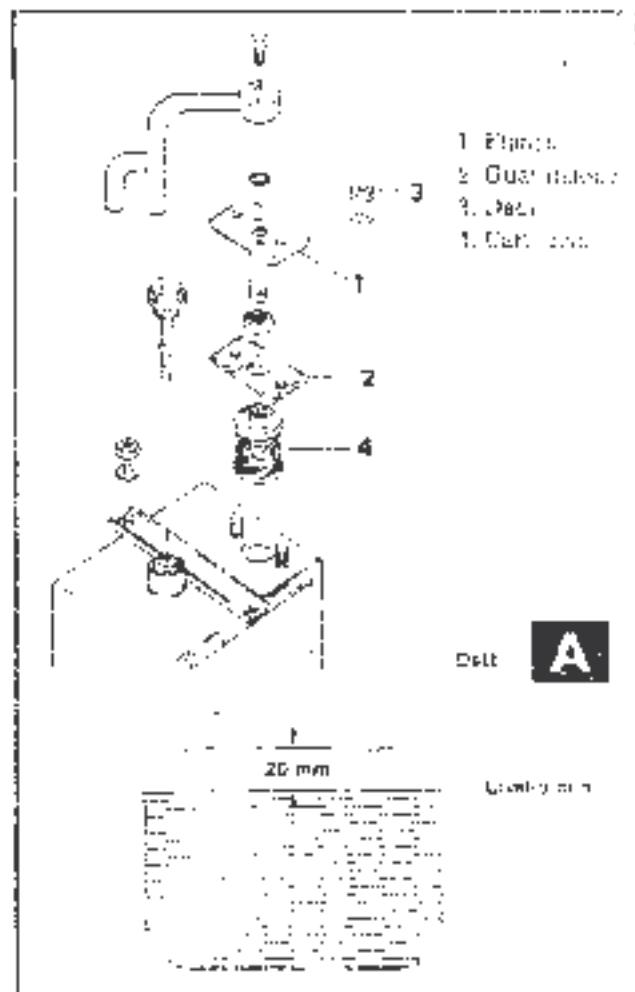

Figura 26 - Costituzione filtro impianto idraulico.
- Controllare il livello dell'olio nel serbatoio con i maniglie di sollevamento esterne e regolando sterzo sempre quando serrati. L'olio deve trovarsi a circa 20 mm dal bordo del recipiente (vedere Delt. A della figura 26).